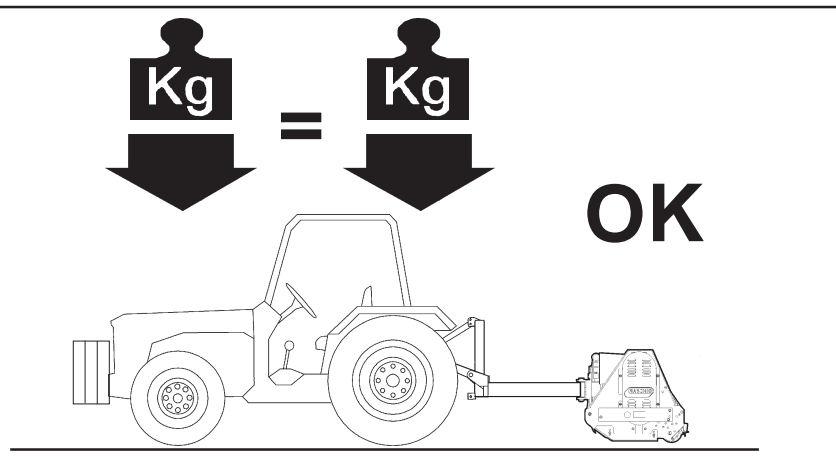

Fig. 4
- 8) L'applicazione della macchina al trattore, comporta una diversa distribuzione dei pesi sugli assi. È consigliabile pertanto aggiungere apposite zavorre nella parte anteriore del trattore in modo da ripartire adeguatamente il peso sugli assi (Fig. 4).
- 8) *Assembly of a implement on the tractor will shift the weights on the axles. It is therefore advisable to add weights to the front part of the tractor in order to balance the weights on the axles themselves (Fig. 4).*
- 8) L'application d'un équipement supplémentaire au tracteur entraîne une répartition différente des poids sur les essieux. Ajoutez donc les masses de lestage nécessaires à l'avant du tracteur de manière à équilibrer les poids (Fig. 4).
- 8) *Der Anbau eines Zusatzgerätes am Schlepper führt zur Verlagerung der Achslasten. Am Schlepper ist daher Frontballast anzubringen, um das Gleichgewicht wieder herzustellen (Abb. 4).*
- 8) La aplicación de un equipo adicional al tractor, implica una distribución del peso distinta sobre los ejes. Es aconsejable por lo tanto agregar oportunos contrapesos en la parte delantera del tractor para así equilibrar los pesos sobre los ejes (Fig. 4).